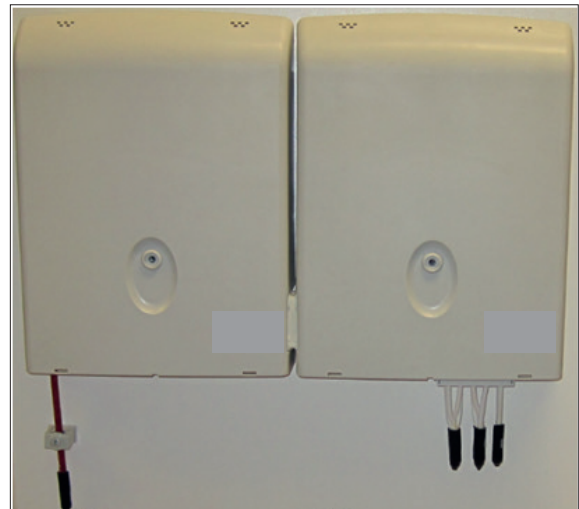

Abb.30
Bei einer Trennung von Anschlusspunkt (AP) und Gebäudeverteiler (GV) können diese aneinander gereiht werden (**siehe Abb.30**).